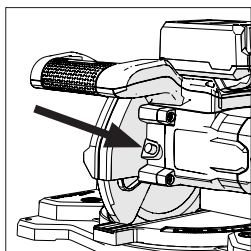
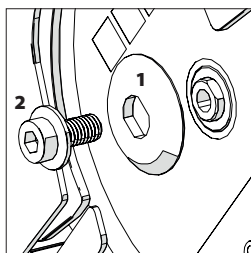

Fig. 24
Fig. 25
Pulse y mantenga pulsado el botón del seguro del eje en la carcasa del motor mientras gira el tornillo del eje usando la llave Allen suministrada hasta que el botón esté completamente dentro del eje y lo bloquee (Fig. 24). Siga retirando el tornillo del eje y la brida exterior de la hoja (Fig. 25). Suelte el botón del seguro del eje.
Instale la brida exterior (1) (cara plana sobre la máquina) y el tornillo de eje (2) (Fig. 25).
Pulse y mantenga pulsado el botón del seguro del eje en la carcasa del motor mientras aprieta el tornillo del eje usando la llave Allen suministrada hasta que el botón esté completamente dentro del eje y lo bloquee (Fig. 24).